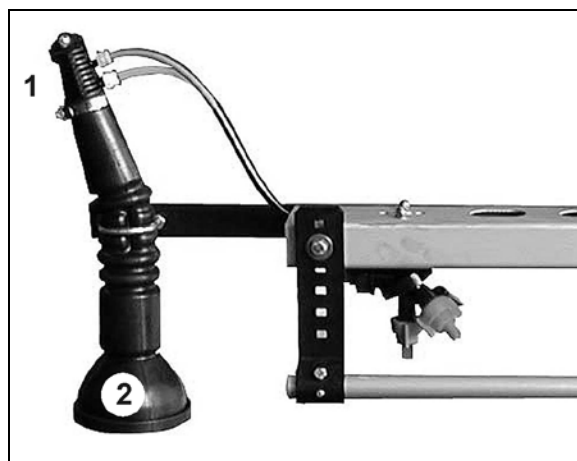

Fig. 106
- permite o recirculare permanentă a lichidului în conducta de stopire, când sistemul este pornit. În acest scop, fiecărei lățimi parțiale îi este alocat un furtun cu racord de circulare (Fig. 106/1).
- un furtun cu racord de circulare (Fig. 106/1) pe fiecare lățime parțială.